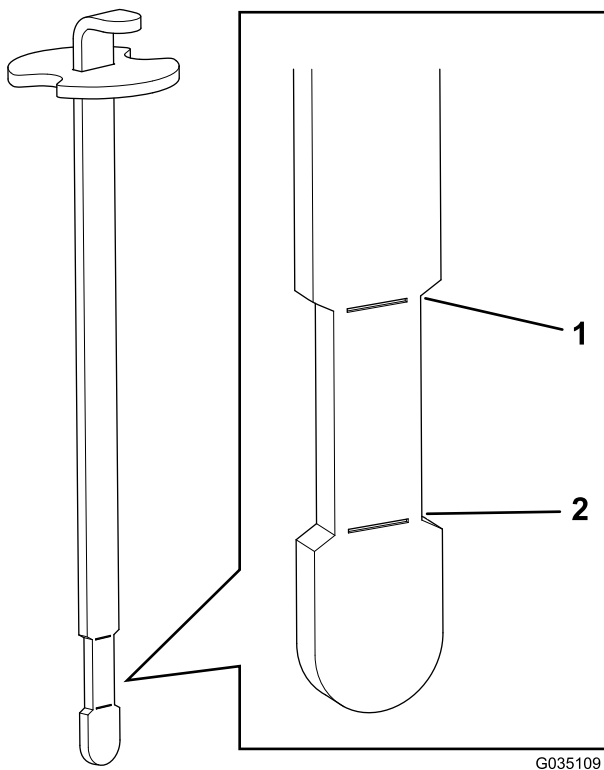

Figure 17
**Remarque:** Le niveau de liquide doit se situer entre les repères inférieur et supérieur (npartie la plus étroite) sur la jauge (Figure 17).